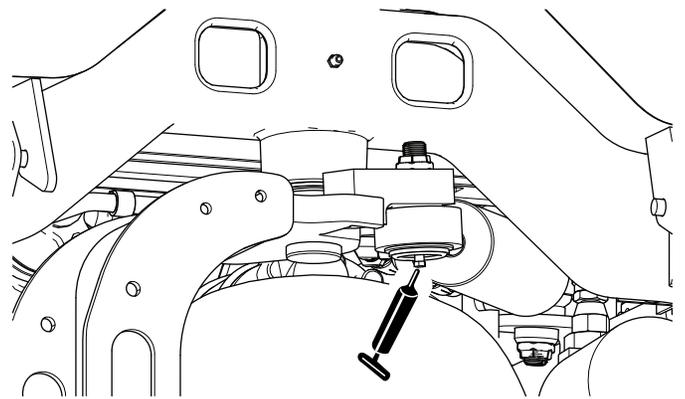

图 71
**注意** 如果需要可以在转向油缸的另一端安装额外的黄油嘴。拆下轮胎安装黄油嘴涂抹上润滑脂拆下黄油嘴并安装塞子 (图 71)。